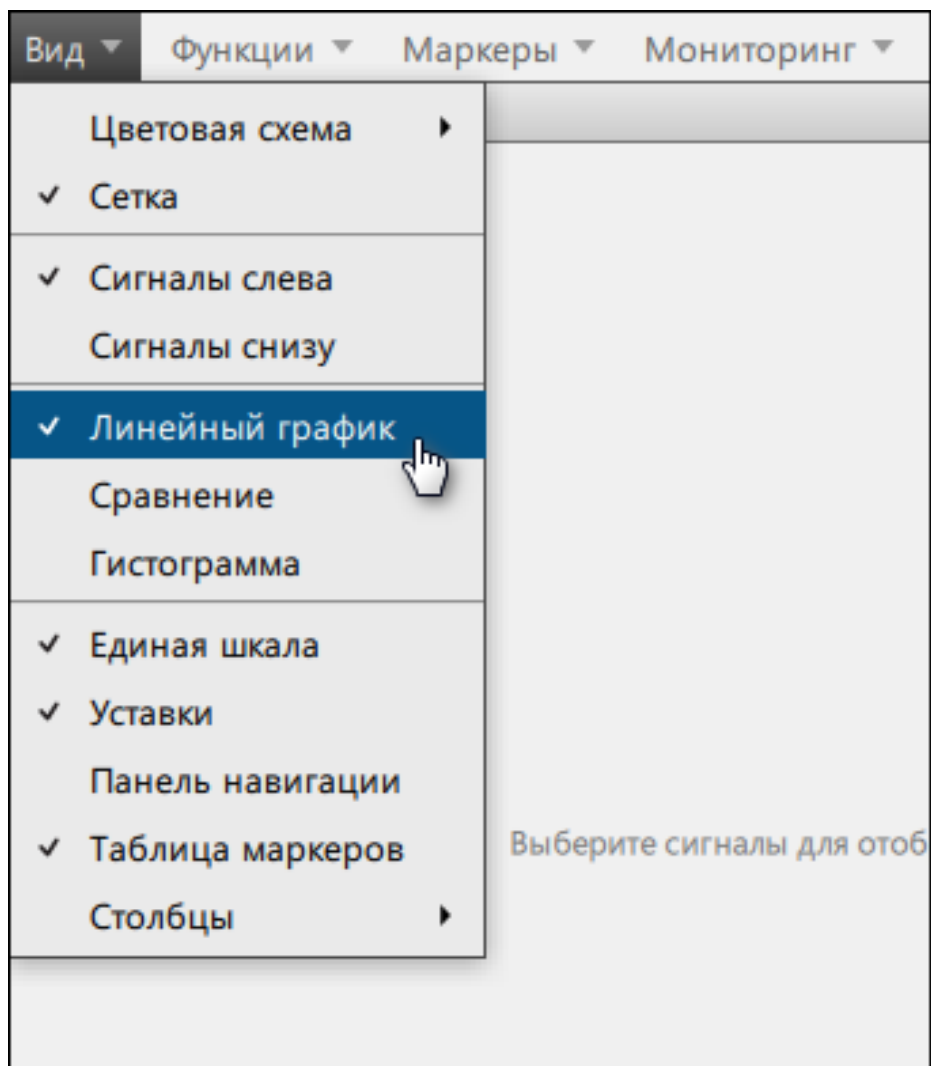

Рисунок 75 - Добавить линейный график
2. В открывшемся окне выберите **Вид** → **Линейный график** (Рисунок 75).